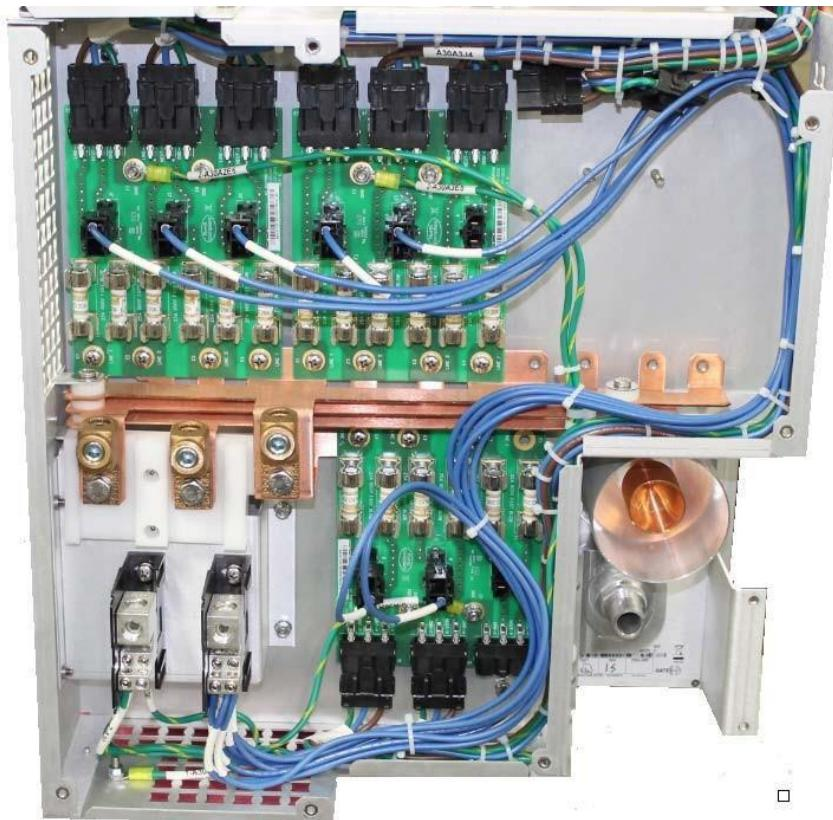

Figura 5-45 Cableado revestido
PASO 7 Coloque el cableado en el bloque de alimentación con pequeñas bridas para cables, como se muestra en la Figura 5-45.